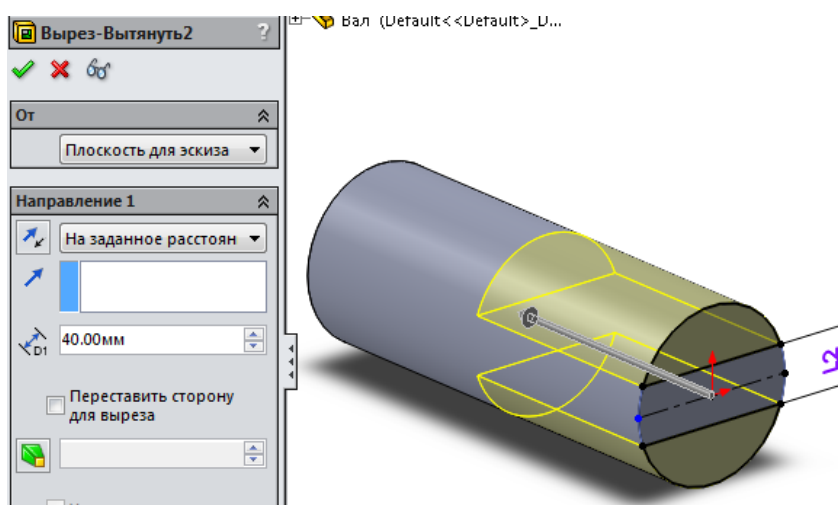

Рисунок 4.9 – Відсікання частини кола та витягування ескізу
11. Проставте розмір L2 відповідно до Вашого варіанту між горизонтальними лініями (рисунок 4.9).
12. Використовуючи інструмент «Отсечь объекты», відсічіть частини кола, діючи так, як показано на рисунок 4.9.